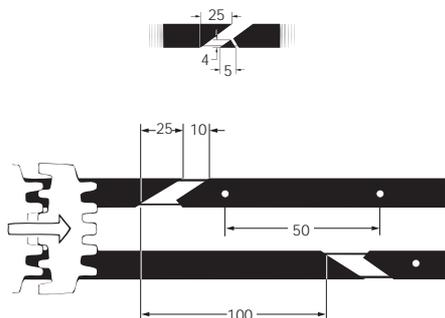

Рис. 1 Нормальное состояние соединений
- Проверить соединения направляющей планки (рис. 1).
- Проконтролируйте, есть ли зазор между направляющими планками и правильно ли установлены соединения (рис. 1).